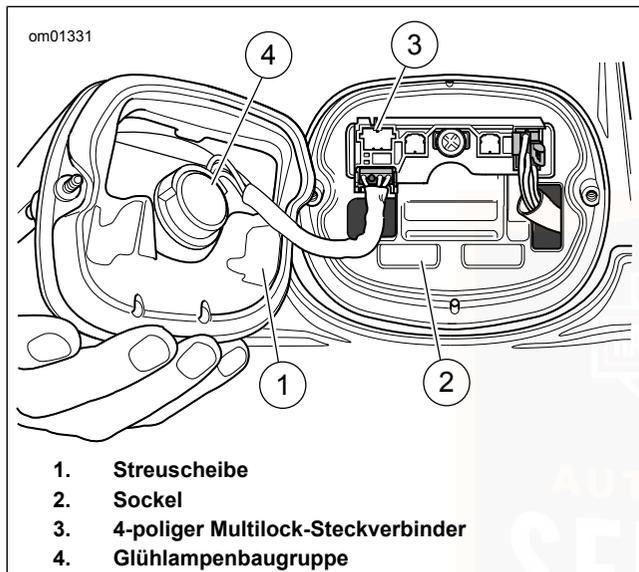

Abbildung 69. Schlussleuchtenbaugruppe
- Siehe Abbildung 69. Die zwei Schrauben und die Streuscheibe (1) vom Sockel (2) entfernen.